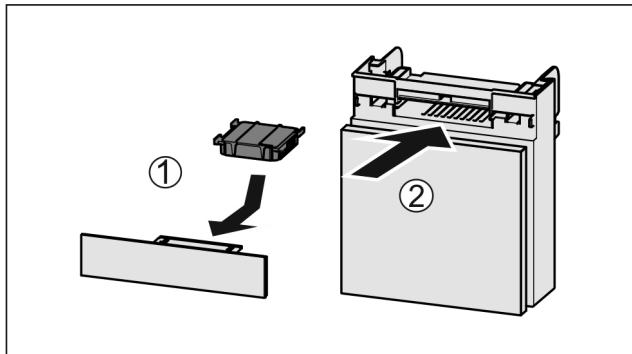

Fig. 169
- Установите фильтр с активированным углем, как показано на рисунке Fig. 169 (1).
- Вставьте отделение Fig. 169 (2).